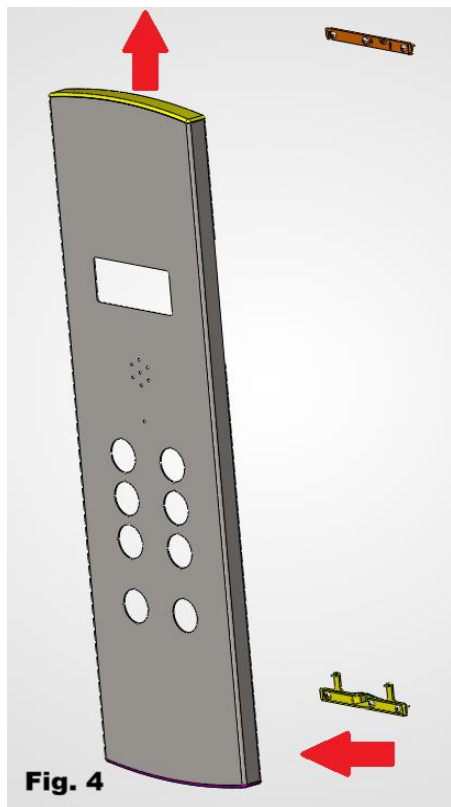

Fig. 4 — Rimozione della codina e sgancio pulsantiera
1. Sganciare la pulsantiera dalle staffe e spezzare la parte inferiore della CODINA (Part. B) dalla testata superiore (Fig. 4).